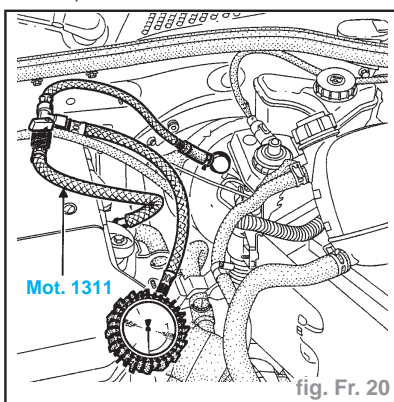

fig. Fr. 20
- Mettre en place le **Mot. 1311-01** entre le servofrein et la source de vide (collecteur d'admission ou pompe à vide) (fig. Fr. 20).